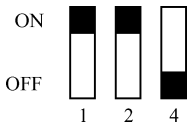

图 11-17 拨钮示意图
MM440 变频器 PROFIBUS 站地址的设定在变频器的通信板 (CB) 上完成，通信板 (CB) 上有一排拨钮用于设置地址，每个拨钮对应一个“8-4-2-1”码的数据，所有的拨钮处于“ON”位置时，对应的数据之和就是站地址。拨钮示意图如图 11-17 所示，拨钮 1 和 2 处于“ON”位置，所以对应的数据为 1 和 2；而拨钮 3、4、5 和 6 处于“OFF”位置，所对应的数据为 0，站地址为 1+2+0+0+0+0+0+0=3。
【关键点】图 11-17 设置的站地址为 3，必须和 STEP 7 软件中硬件组态的地址保持一致，否则不能通信。